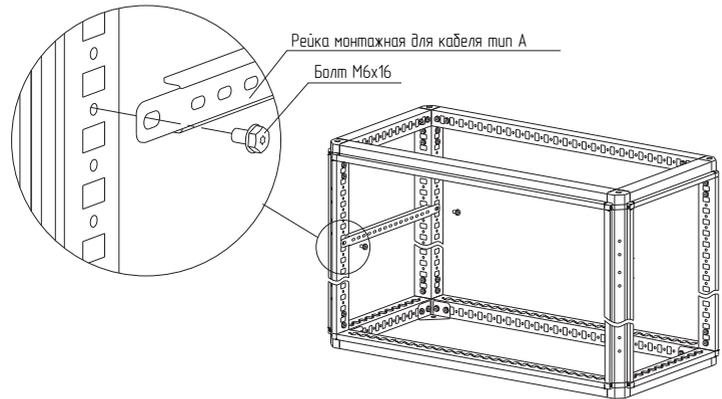

Рисунок 30
4.16.2 Установить рейку монтажную для кабеля тип А на нужной высоте и закрепите болтами М6×16 (рисунок 30). Момент затяжки – 7 Н·м. Болты приобрести отдельно.